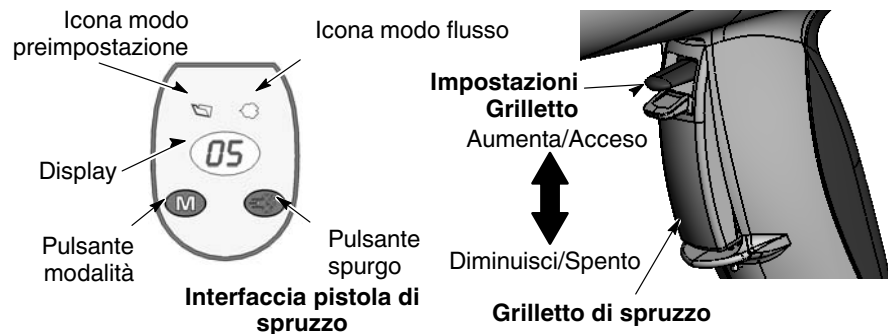

Figura 4-3 Comandi della pistola
1. Vedi figura 4-3. Lasciar andare il grilletto di spruzzatura. Le preimpostazioni non si possono cambiare mentre la pistola è azionata.
1. Vedi figura 4-3. Premere il pulsante **Modo** finché l'icona **Modo flusso** si accende.
1. Vedi figura 4-3. Puntare la pistola nella cabina e far scattare il grilletto di spruzzatura.